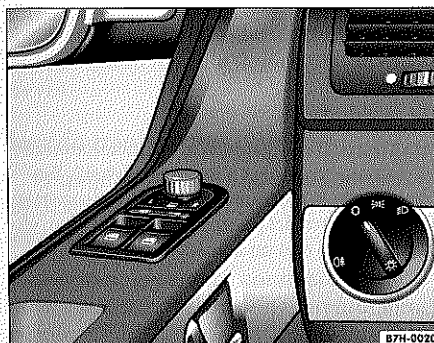

Fig. 47 Detalle de la puerta del conductor: mando de los retrovisores exteriores
1. En primer lugar, gire el mando ⇒ fig. 47 hasta la posición L (retrovisor izquierdo).
- Gire el mando ⇒ página 60, fig. 47 hasta la posición ☀ para que se calienten los retrovisores exteriores.